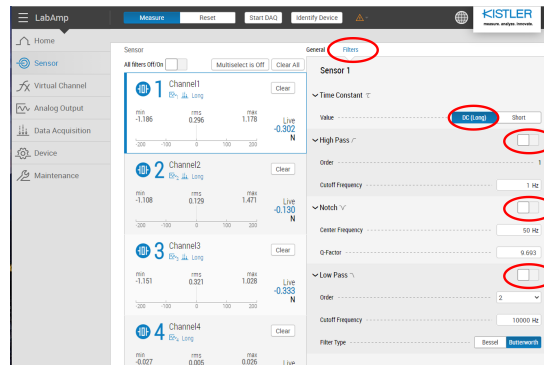

Fig. 3: Configuration des filtres pour un capteur.
- Assurez-vous que tous les capteurs sont en mode avec le filtre “long time constant”, sinon les valeurs lues passent par un filtre RC. Assurez-vous aussi qu’aucun filtre sur les fréquences ne soit activé (voir Fig. 3).